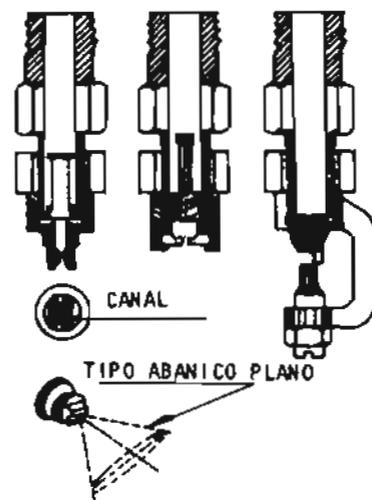

Fig. 9
*Boquillas de tipo abanico (fig. 9)*